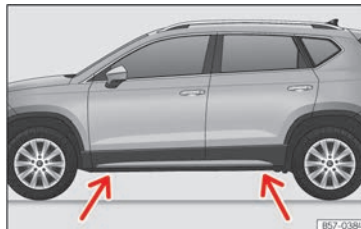

Abb. 226 Aufnahmepunkte für den Wagenheber.
- Suchen Sie am Längsträger die Markierung des Wagenheberaufnahmepunktes (Eindrückung), die dem zu wechselnden Rad am nächsten liegt »» (Abb. 226).